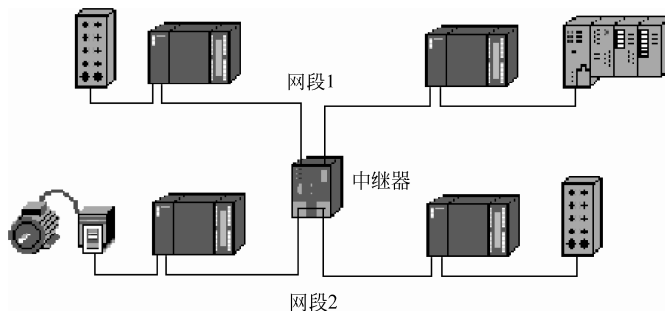
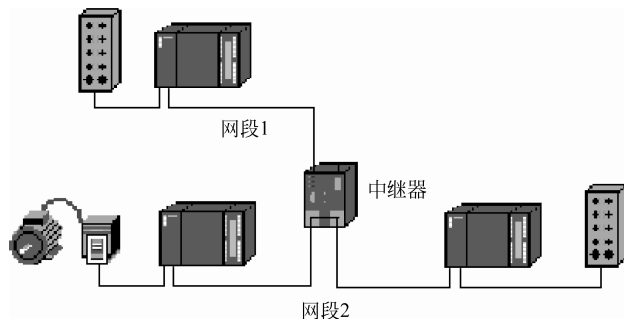

图 7-18 RS-485 中继器星形拓扑结构
图 7-19 RS-485 中继器树形拓扑结构
② 利用 RS-485 中继器的网络拓扑 PROFIBUS 网络可以利用 RS-485 中继器组成“星形”总线结构和“树形”总线结构。“星形”总线结构如图 7-18 所示, “树形”总线结构如图 7-19 所示。